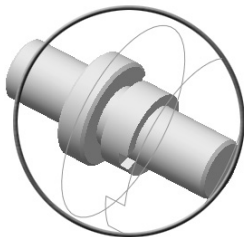

图 7.4.17 放大区域
Step3. 向下滚动鼠标中键，此时轴套区域可被放大，同时模型保持不动，如图 7.4.17 所示。